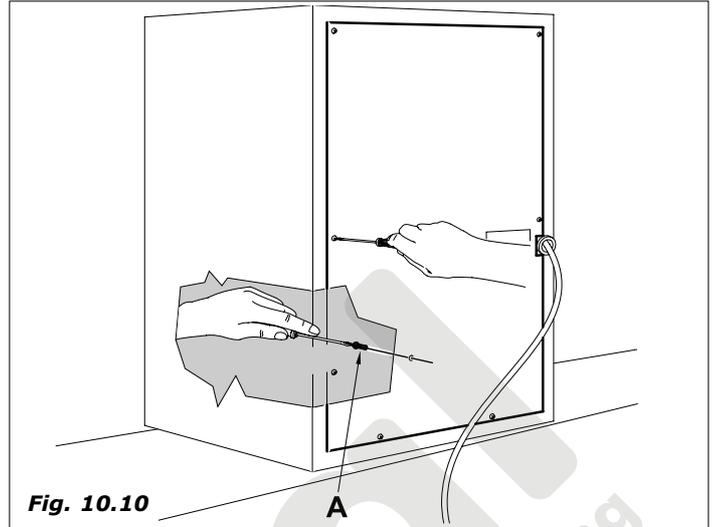

Fig. 10.10
- Extraer el cárter trasero de protección en la Pegaso, como se indica en la Fig. 10.10.